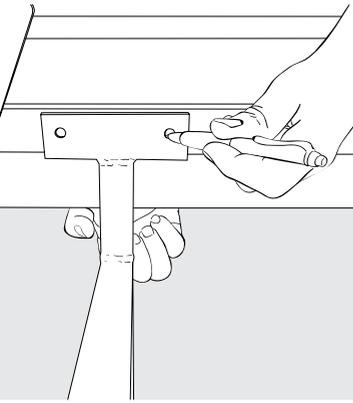

Abb. 1
- Die Halterungstraverse von unten an den Liegeflächenrahmen halten und mit einem Stift die Bohrlöcher am Rahmen markieren (Abb. 1).